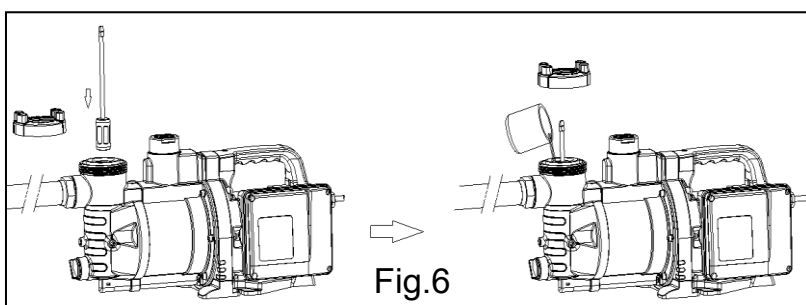

Fig.6
2. Stavite odvijač ili šipku duljine najmanje 20 cm u sredinu filtra i pažljivo ga/ju pritisnite prema dolje kako biste otvorili nepovratni ventil. Ulijte vodu do vrha dok je ventil pritisnut (Fig.6).